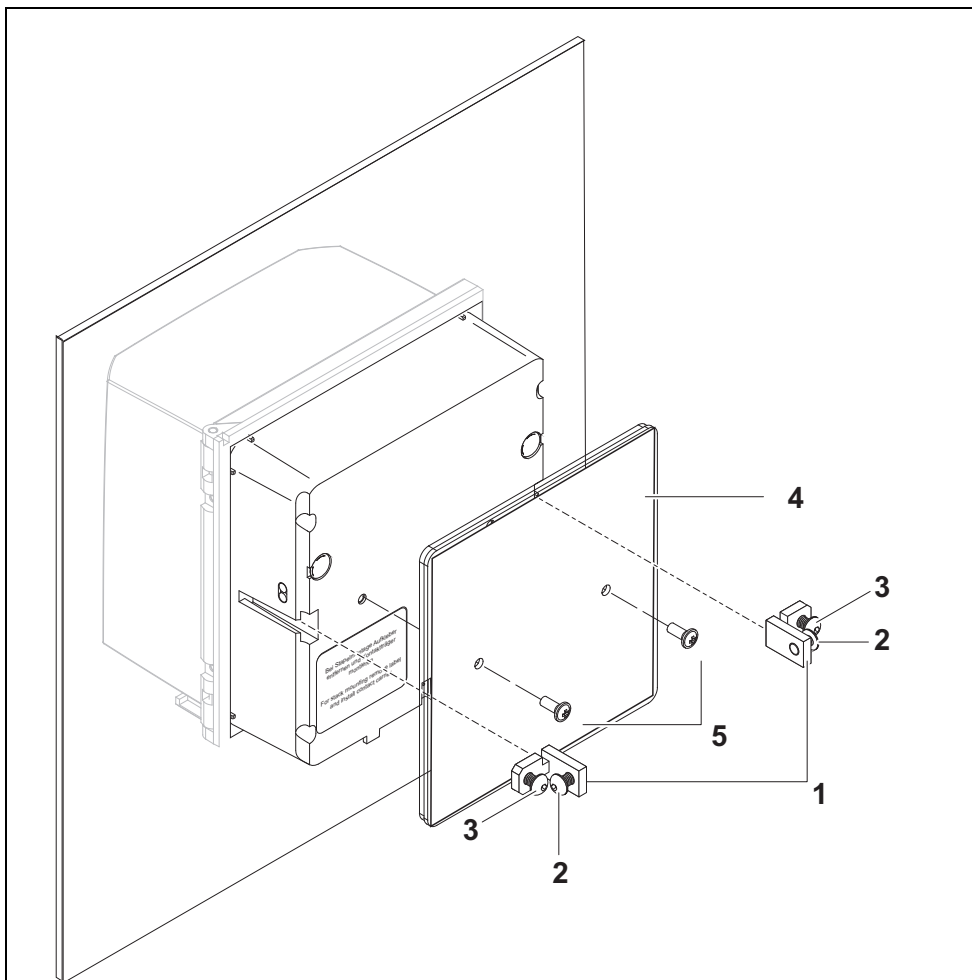

Fig. 3-11 Montaje de DIQ/S 28X en la Fig. 3-11
- 2 Desatornille ligeramente los tornillos (pos. 2 y 3) de los dos soportes angulares (pos. 1 en la Fig. 3-11), pero no los retire.
- 3 Introduzca las dos escuadras tal como se indica en la Fig. 3-11 en las guías laterales del transmisor universal hasta el tope.
- 4 Apriete los pernos (pos. 2).
- 5 Atornille los pernos (pos. 3) hasta que queden bien ajustados al panel.